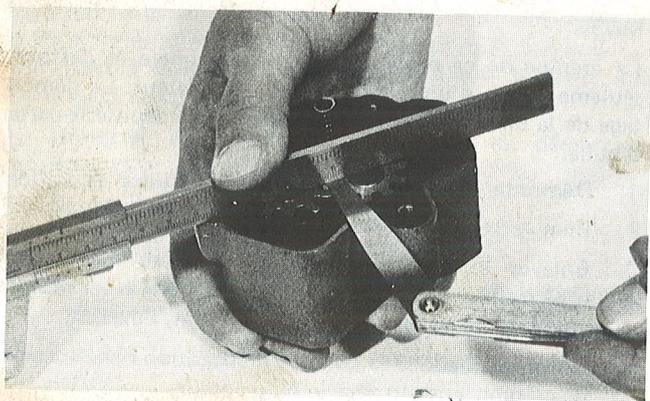

Figure 37. Mesure du jeu axial
8. Contrôler le jeu axial comme indiqué sur la figure 37. Remarque: L'ancien joint du couvercle doit être employé lors du mesurage du jeu. Si nécessaire, augmenter ou réduire le nombre de joints de manière à avoir un jeu de 0,02 à 0,11 mm. L'épaisseur du nouveau joint est de 0,10 mm.